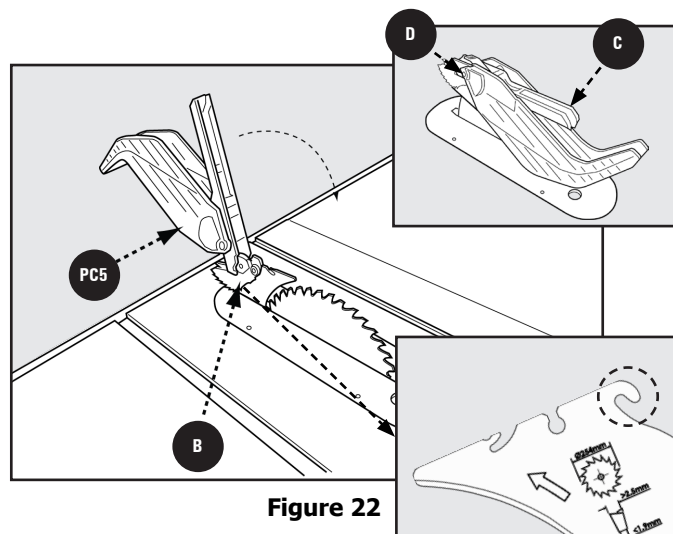

Figure 22
3. Faites tourner l'ensemble protège-lame vers l'avant de la scie jusqu'à ce que la partie métallique **C** de l'ensemble protège-lame soit parallèle à la table comme le montre la Figure 22.